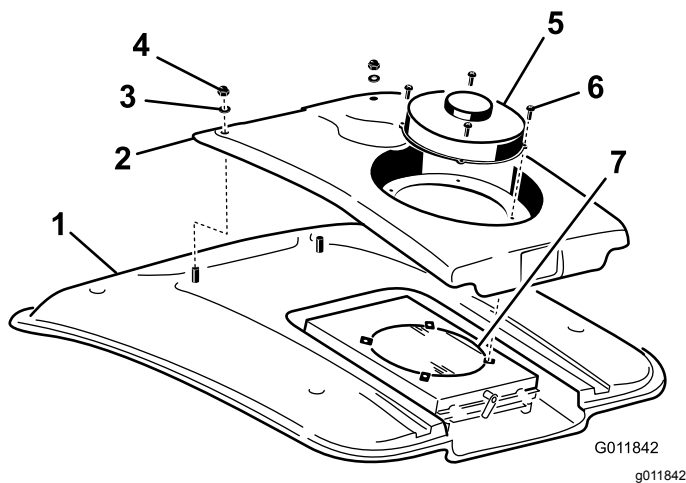

Figura 116
2. Retire los 4 tornillos que sujetan el ventilador y la tapa del condensador al soporte del ventilador (Figura 116).
4. Retire las dos tuercas y arandelas que sujetan la parte delantera de la tapa del condensador al techo de la cabina (Figura 116).
8. Limpie a fondo el condensador del aire acondicionado con aire comprimido (Figura 116).